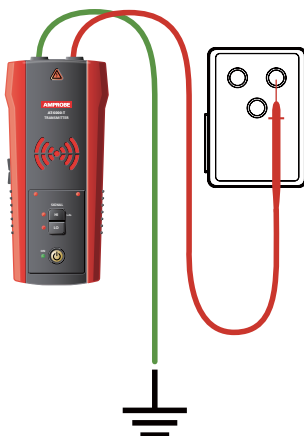

Figure 3.1a : Connexion propre avec un raccordement de mise à la terre
2. Branchez l'adaptateur de la fiche sur la prise et raccordez le cordon rouge au câble de phase sous tension (sur le côté charge du système). Le signal est **UNIQUEMENT** transmis entre le côté charge auquel est raccordé le transmetteur et la source d'alimentation (voir Figure 3.1a).